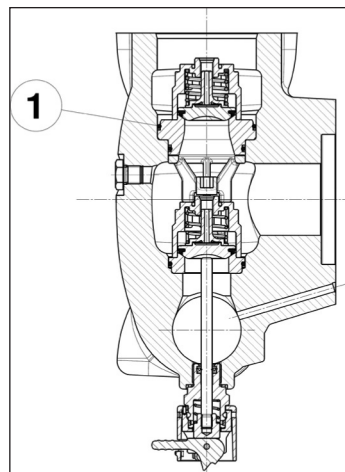

Рис. 122
Будьте особенно осторожны при установке уплотнительного кольца O-ring, указанного на поз. ①, Рис. 122.